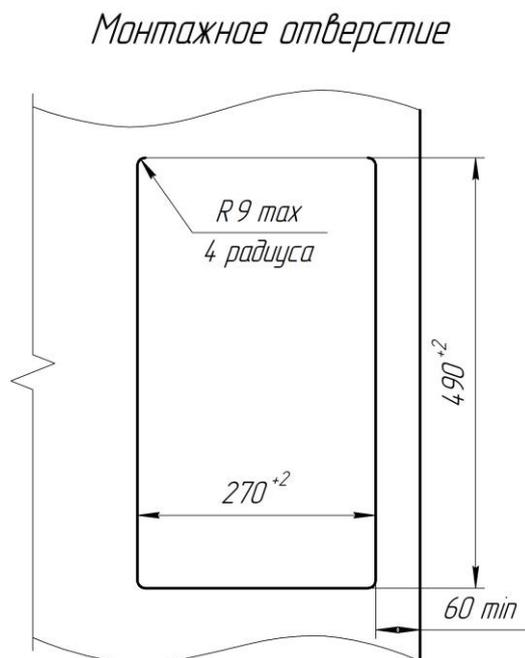

Рисунок 2. Монтажное отверстие в столешнице, для установки плиты.
4.1 Установка плиты производится в монтажное отверстие столешницы, с размерами указанными на рис.2.